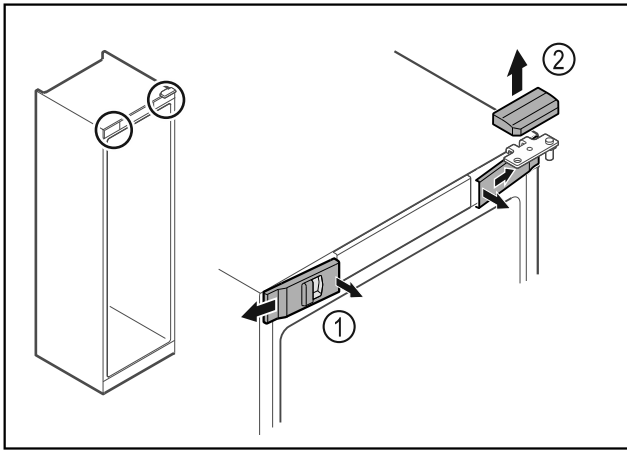

Fig. 14
- ▶ Pattintsa ki belül az elülső burkolatokat Fig. 14 (1), és tegye félre.
- ▶ Vegye le felfelé a felső burkolatot Fig. 14 (2).